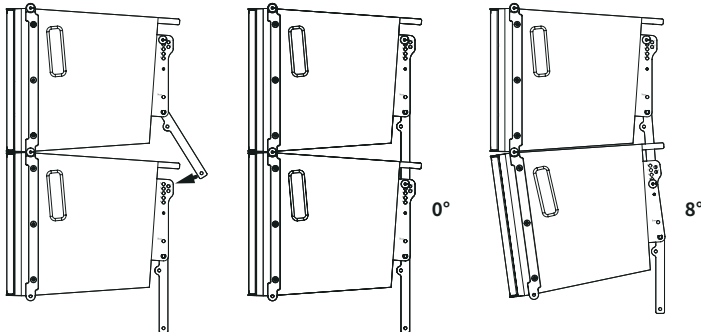

Abbildung 14. Vordere und hintere Verbindung in Line-Arrays mit dem M-F3A PRO.
7. Verbinden Sie die den Montagebügel der ersten Einheit mit der Montagevorrichtung der zweiten. Verriegeln Sie den Sicherungstift in der gewünschten Bohrung, um eine der neun verfügbaren Winkleinstellungen zu wählen (siehe Abbildung 14).